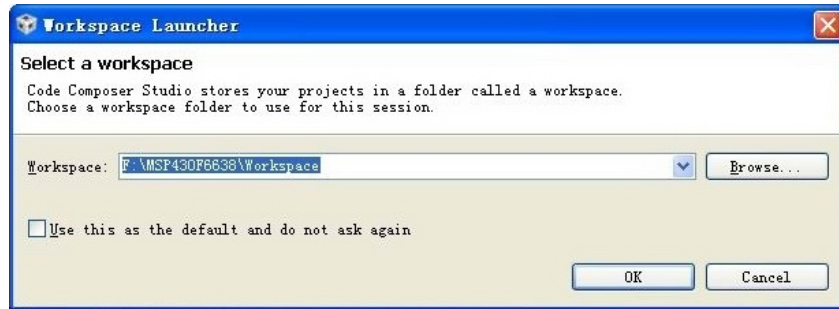

图 2.1.5 Workspace 选择窗口
(3) 单击 Finish，将运行 CCS，弹出如图 2.1.5 所示窗口，我们可以在电脑中合适的区域建立工作空间（workspace），如果我们不再更换工作区，可以将"Use this as the default and do not ask again"选项勾选上。